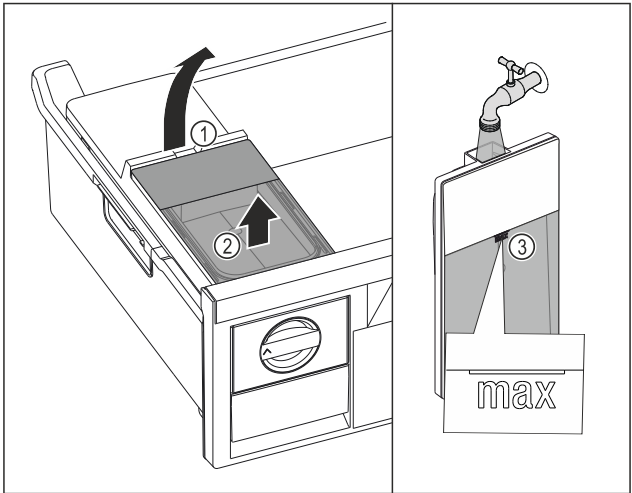

Fig. 128
► 从凹槽 Fig. 128 (1) 抬起水箱。
► 向上取出水箱。 Fig. 128 (2)
► 向水箱注入饮用水，直至标记 Fig. 128 (3)。